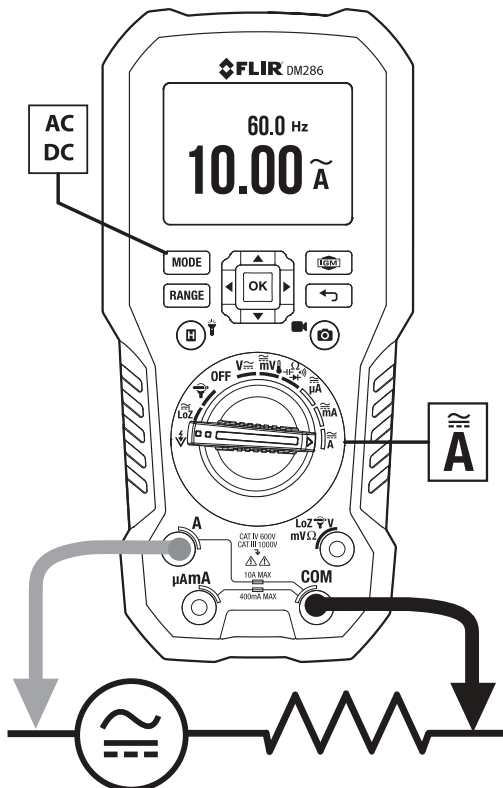
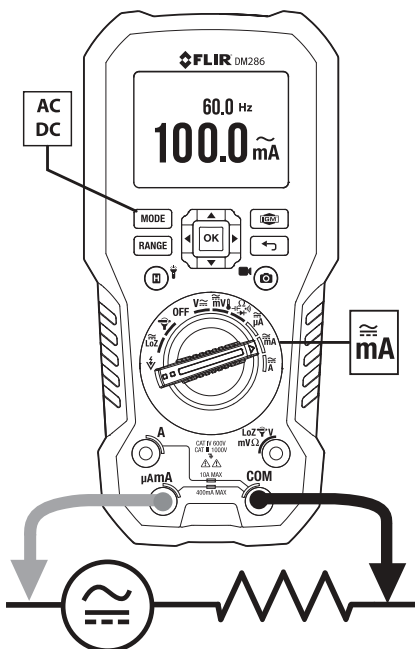
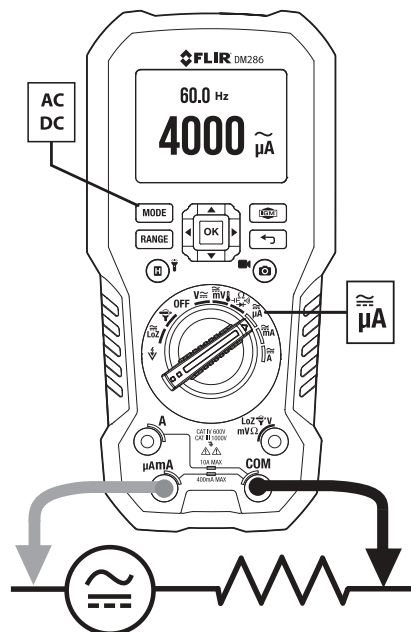

Fig. 9.10 Medición de corriente alta 'A'
Fig. 9.11 Medición de corriente mA
Fig. 9.12 Medición de corriente uA
4. Conecte los cables de prueba en serie con la pieza en conformidad con la Fig. 9.10 para mediciones 'A', la Fig. 9.11 para mediciones mA y la Fig. 9.12 para mediciones μ A.